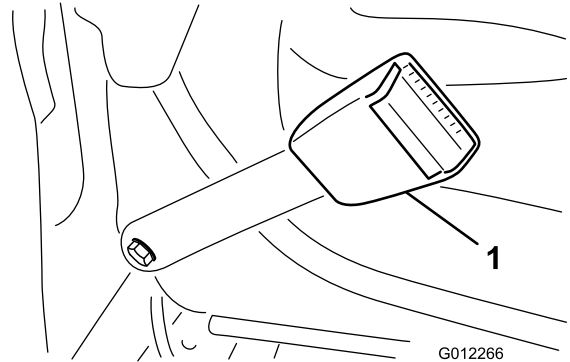

Bild 6
1. Befestigen Sie jedes Ende des Sicherheitsgurtes mit zwei Schrauben (7/16" x 1"), Flachscheiben (7/16") und Sicherungsscheiben (7/16") in den Löchern hinten am Sitz (Bild 6).